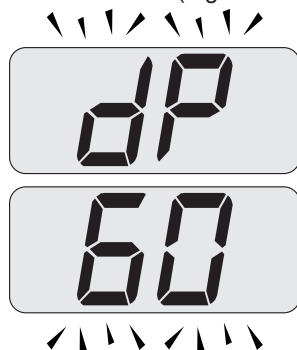

Figura 9.26
- Premendo ulteriormente il tasto 17 è possibile variare nuovamente la potenza in modalità spazzacamino: con visualizzazione sul display LCD delle lettere **dP** che si alternano con il valore di temperatura dell'acqua di riscaldamento (es. **60**), siamo "funzione spazzacamino" alla potenza massima in sanitario" (Figura 9.26);